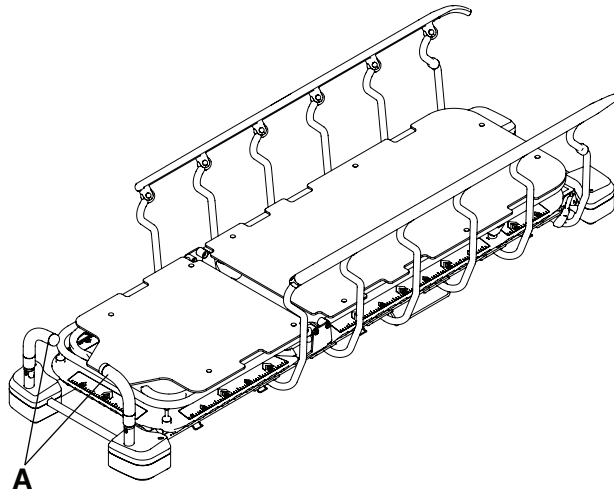

Figura 6 – Colocación de las asas de empuje en el extremo de la cabeza
2. Gire las asas de empuje del extremo de la cabeza (A) hasta la posición de uso (Figura 6).